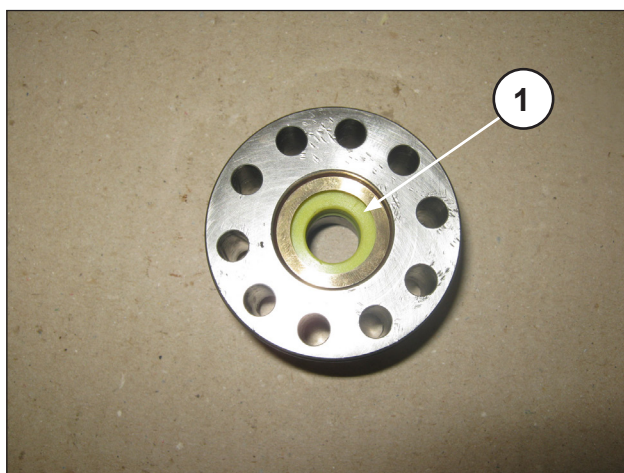
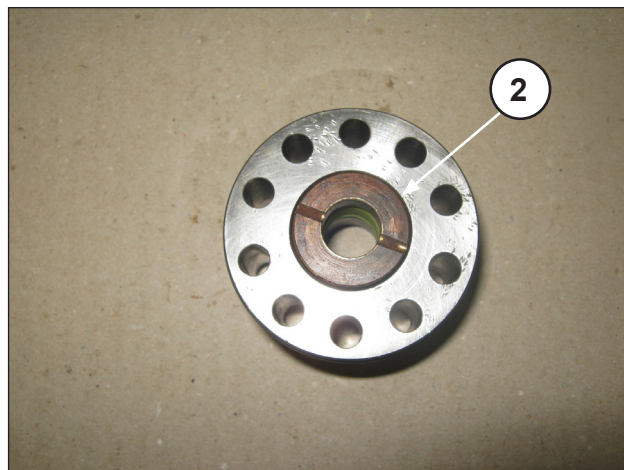
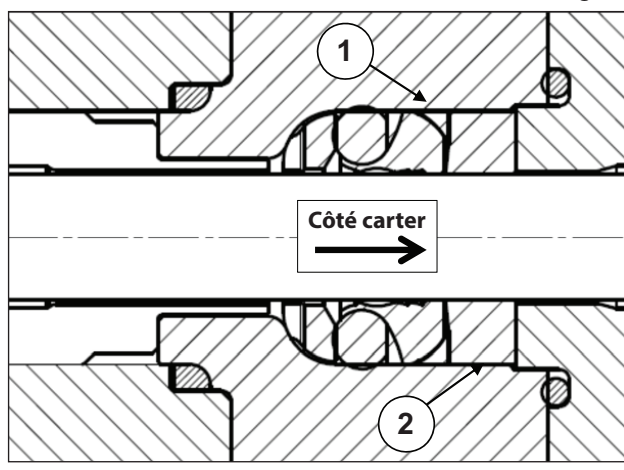

Fig. 45
Fig. 46
Fig. 47
- B) En enduisant le diamètre intérieur, s'assurer de bien remplir les gorges comprises entre les lèvres d'étanchéité comme représenté en Fig. 45.
- Introduire l'anneau anti-extrusion ① et la douille pour joints ② en les positionnant comme le montrent les Fig. 45, Fig. 46, Fig. 47.
Introduire la douille pour joints ③ dans le support avec les orifices d'évacuation tournés vers l'extérieur (côté carter) comme le montrent les Fig. 46 et Fig. 47.